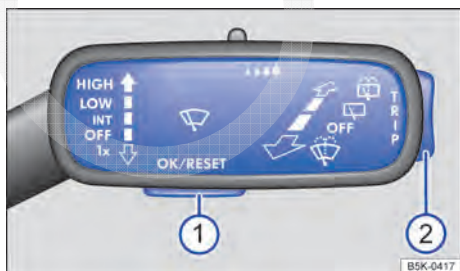

Fig. 58 À direita na coluna de direção: botões na alavanca dos limpadores dos vidros (veículos sem volante multifunções).
- Caso uma mensagem ou o pictograma do veículo sejam exibidos, pressionar o botão → Fig. 58 1 na alavanca dos limpadores dos vidros, mais de uma vez, se for o caso.
Para exibição do menu de seleção → Página 64 ou para voltar de um menu ou de uma exibição de informação para o menu de seleção, manter pressionada a chave → Fig. 58 2 até que o menu de seleção seja exibido. Para navegar por meio do menu de seleção, pressionar o seletor para cima ou para baixo.
Para acessar o menu exibido no menu de seleção ou a exibição de informação, pressionar o botão → Fig. 58 1 ou aguardar até que o menu ou a exibição de informação abra sozinho após alguns segundos.
- No menu exibido, pressionar a parte de cima ou de baixo da chave → Fig. 58 2 da alavanca dos limpadores dos vidros até que o item de menu desejado esteja marcado. A marca é indicada dentro de uma moldura.
- Realizar a alteração desejada pressionando o botão → Fig. 58 1. Um “sinal de visto” identifica a ativação da função ou do sistema.